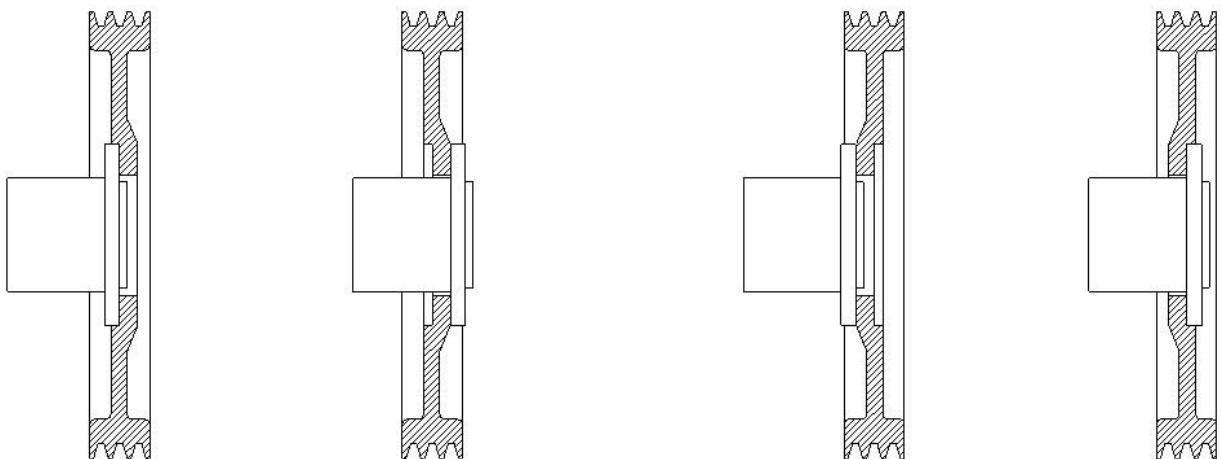

Рис. 18. Четыре возможности монтажа ременного шкива на фланец
1. Установите ременной шкив на фланец ременного шкива. На рис. 18 указаны 4 возможности монтажа.